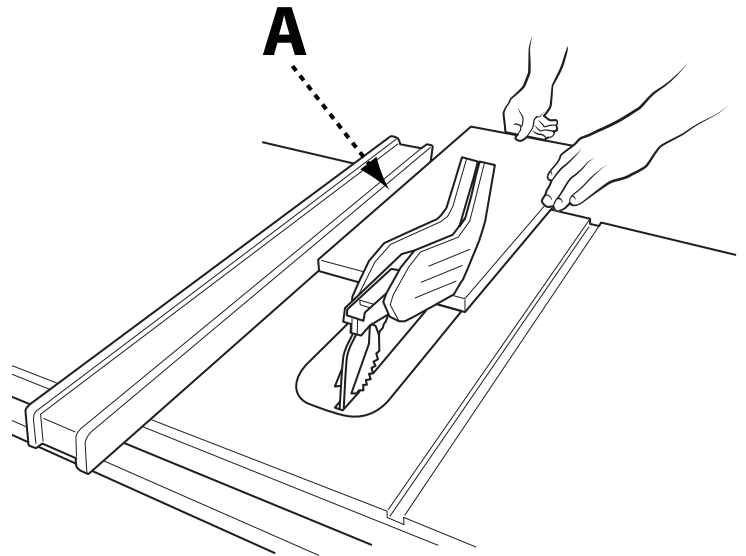

FIGURE 13
8. Maintenez la pièce à plat sur la table et contre le guide (A). La pièce doit avoir un bord droit contre le guide et ne doit pas être déformée, tordue ou courbée. Voir la position correcte des mains dans la Figure 13.